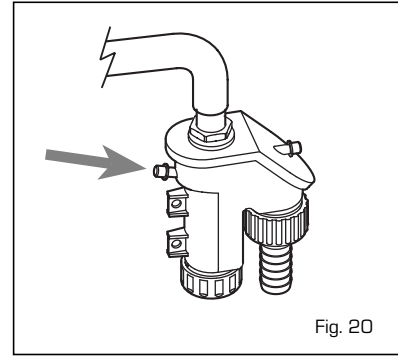

Fig. 20
4.5 MANUTENÇÃO (fig. 20)
Esse enchimento é efectuado através do respectivo tampão (fig. 20).